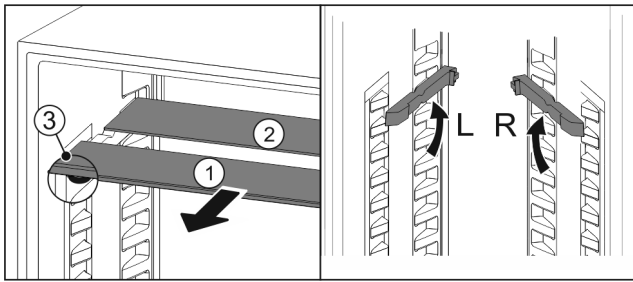

Fig. 38
- ▶ Посуньте Fig. 38 (1) скляну панель вперед.
- ▷ Скляна панель Fig. 38 (1) з декоративною планкою лежить спереду.
- ▷ Стопори Fig. 38 (3) показують вниз.